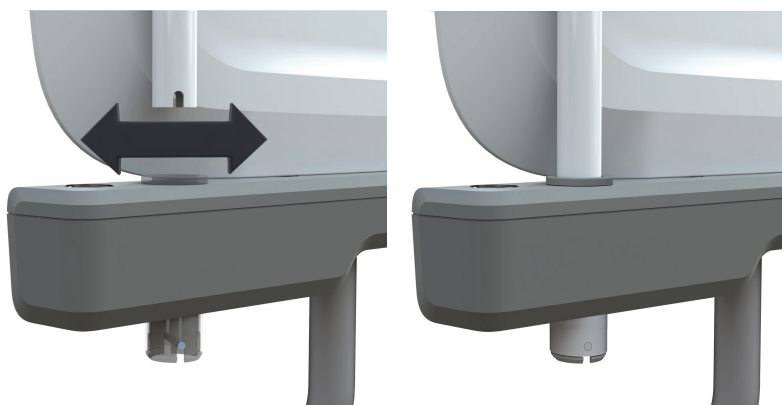

图 34 – 安装或移除起重杆
1. 对准中心位置，将起重杆插入两个附件套管之一（图 34）。